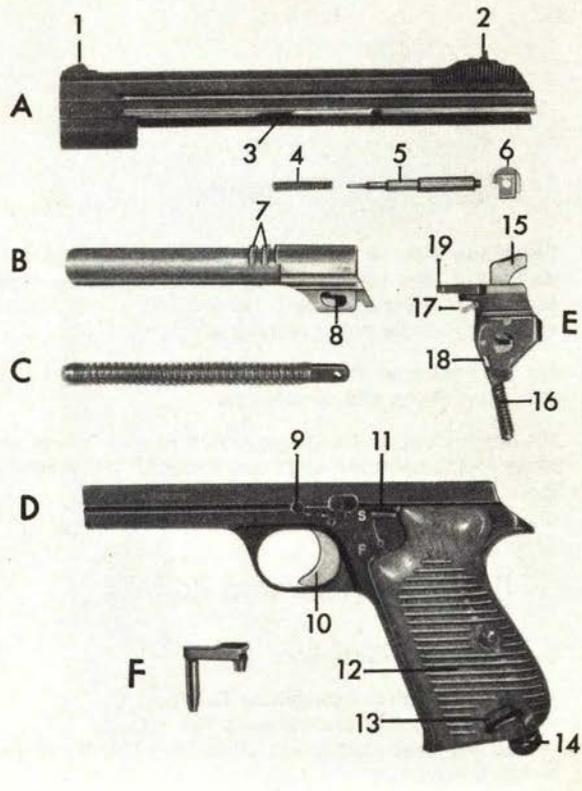

Bild 2
- **der beim Schuß bewegliche Teil** (Bild 2).
- **der beim Schuß feststehende Teil** (Bild 2).
## Legende zu Bild 2